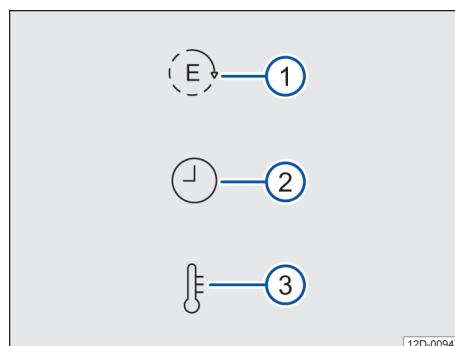

图 105 预约空调特性图标
2. 点击 → 图 105 ①。
2. 点击 → 图 105 ② 即可打开定时器菜单。
2. 点击 → 图 105 ③。